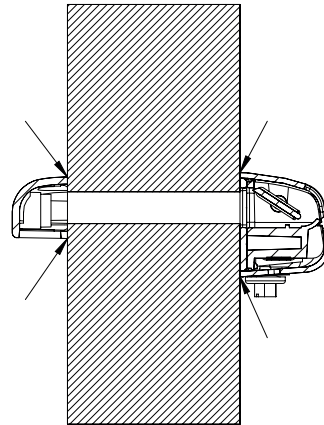

Abb. 3.
5. Optional können die Elemente mit Silikon abgedichtet werden (Abb. 3);
6. Dichten Sie die Komponenten optional mit Silikon ab (Abb. 3);